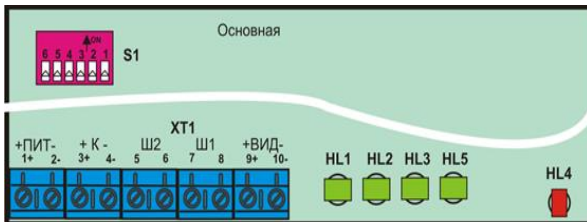

Рис. 4
- 9) подсоединить провода в соответствии со схемой подключения (см. рисунок 4);
Абсолютное значение уровня сигнала можно контролировать по вольтметру, подключенному к контактам «+К-» разъема XT1 (см. рисунок 4).
7) Настройка извещателя значительно ускоряется при использовании телевизионного монитора, имеющего вход видеосигнала с уровнем 1 В. Вход монитора подключить к контактам «+ВИД-» разъема XT1 (см. рисунок 4).
Перевести переключатель 3 (см. рисунок 4) в положение OFF. При этом относительные значения параметров сигнала можно считывать с экрана монитора.
- замкнуть между собой контакты «+К-» разъема XT1 (см. рисунок 4);